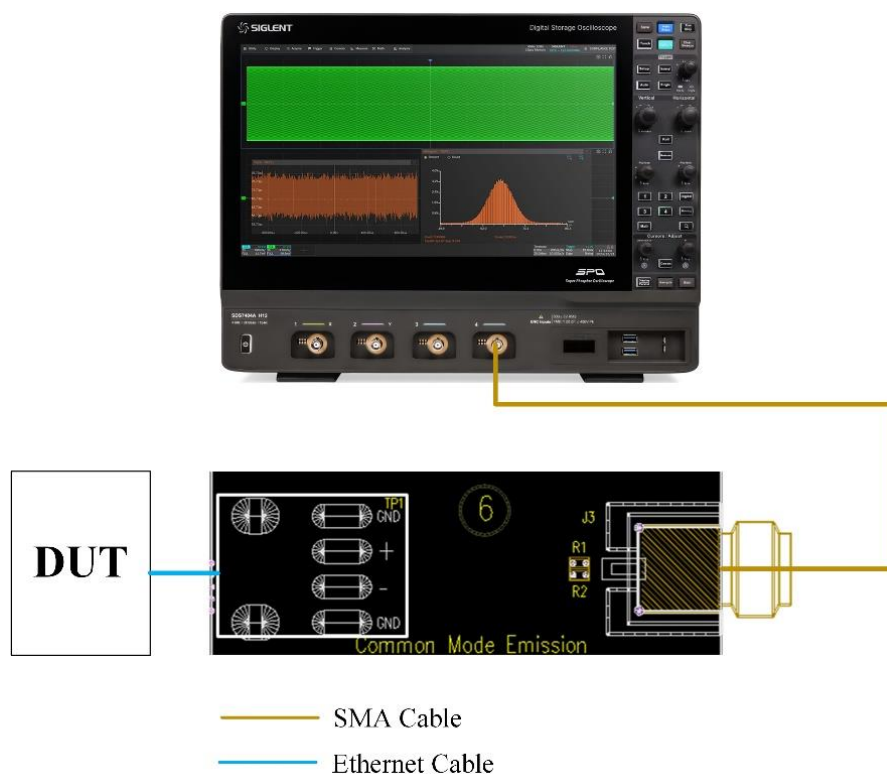
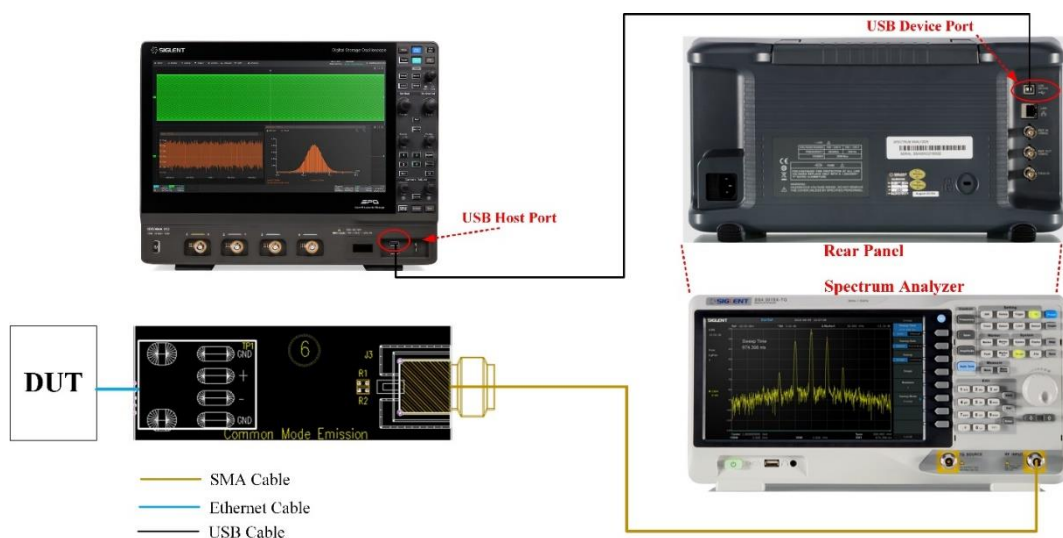

图 6-44 使用示波器测量 MDI 共模辐射连接示意图
图 6-45 使用频谱仪测量 MDI 共模辐射连接示意图
MDI 共模辐射测试, 有两种测试环境搭建, 分别为使用示波器 (如图 6-44 所示) 和频谱分析仪 (如图 6-45 所示) 进行测试。
(1) 示波器测试 MDI 共模辐射, 如图 6-44 所示。
(2) 频谱分析仪测试 MDI 共模辐射，如图 6-45 所示。